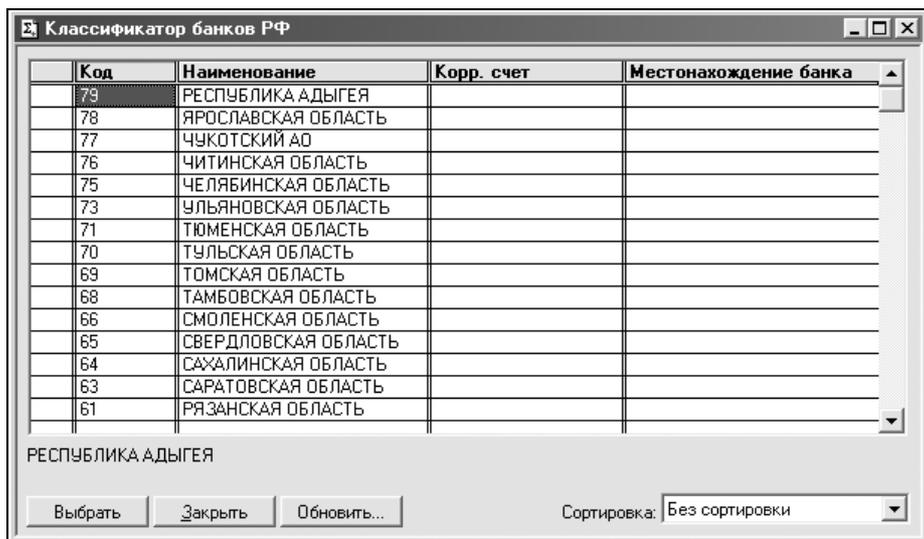

Рис. 1.19. Окно выбора региона банка
3. По завершению выполнения обновления классификаторов перед вами появится окно выбора региона банка (рис. 1.19).